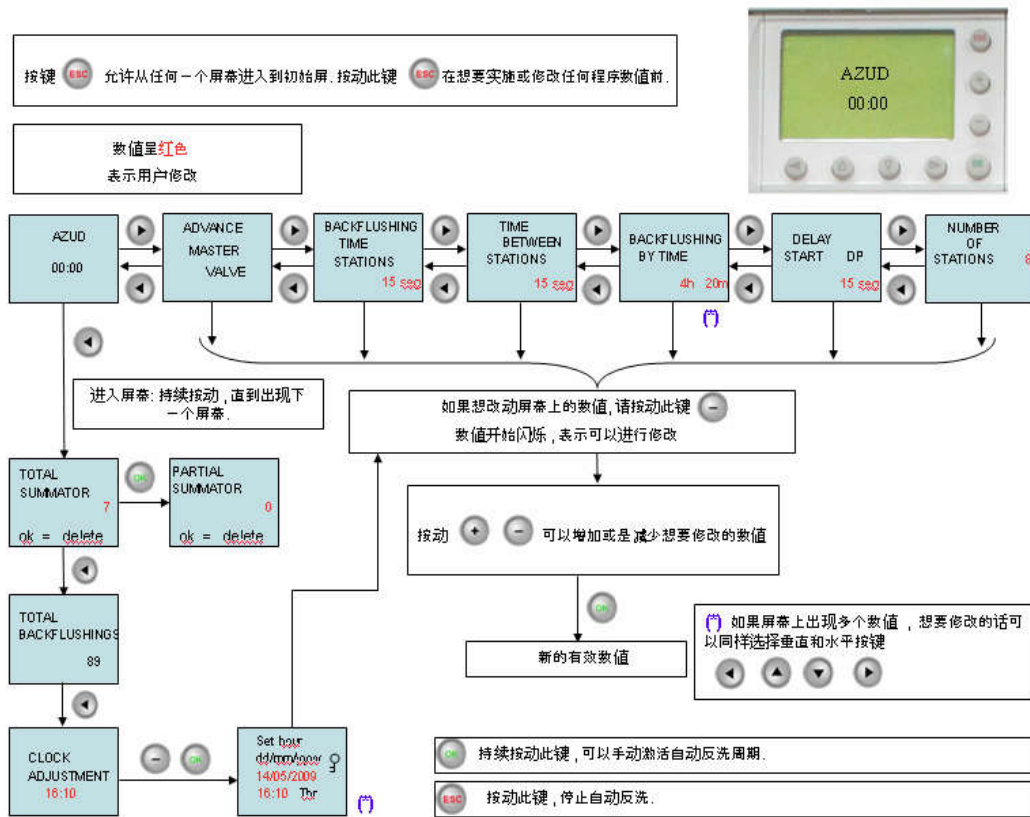

图 1 参数修改步骤
- ①每个单元反洗时间: 过滤系统每个单元所持续的反洗时间。
- ②单元间隔时间: 正在实施反洗的过滤单元到下一个过滤单元开始反洗时的之间的时间。
- ③反洗阶段间隔时间: 实施反洗周期所想要的最小频率。
- ④压差开关延时: 防止压差开关误动作, 而进行不必要的反洗。
- ⑤过滤系统单元数目: 每套过滤器的过滤单元数目。
- FBC108 控制面板采用按钮选择控制, 操作简单快捷, 参数修改树形图如图 1 所示。